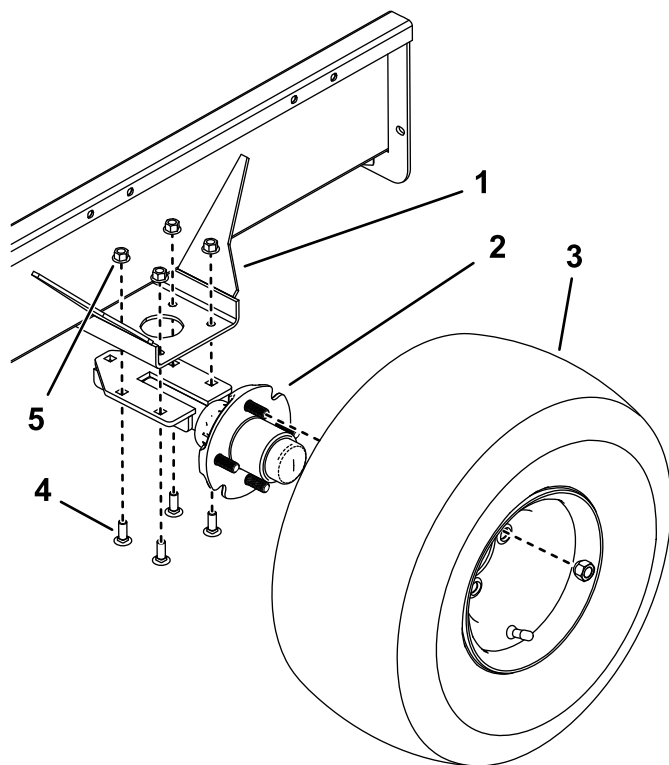

Figura 2
2. Servendovi dei 4 bulloni a testa tonda e dei 4 dadi di bloccaggio montate un assale sul lato inferiore delle staffe di montaggio su ciascun lato del pianale del rimorchio. Posizionate l'assale, i bulloni a testa tonda e i dadi come illustrato nella Figura 2.
3. Montate un gruppo ruota su ogni mozzo dell'assale con 4 dadi ad alette (Figura 2). Serrate i dadi applicando una coppia di 108,47 N·m. Gonfiate gli pneumatici a 0,34 bar.